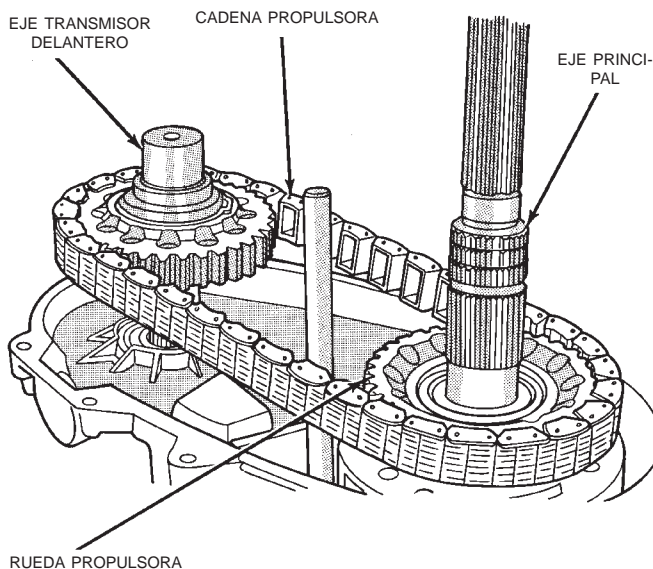

Fig. 68 Instalación de cadena propulsora y eje transmisor delantero
(2) Ensamble la cadena propulsora y el eje transmisor delantero (Fig. 68).
(3) Introduzca la cadena en la rueda propulsora del eje principal.
(4) Guíe el eje delantero dentro del cojinete y la cadena propulsora sobre el engranaje del eje principal (Fig. 68).